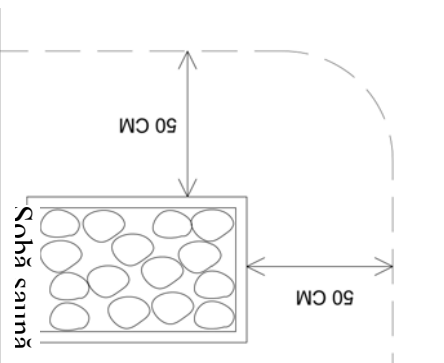

Fig. 1
1. Lampa nu se va monta deasupra sobei saunei și se va păstra o distanță față de aceasta de minim 50 cm (fig. 1).